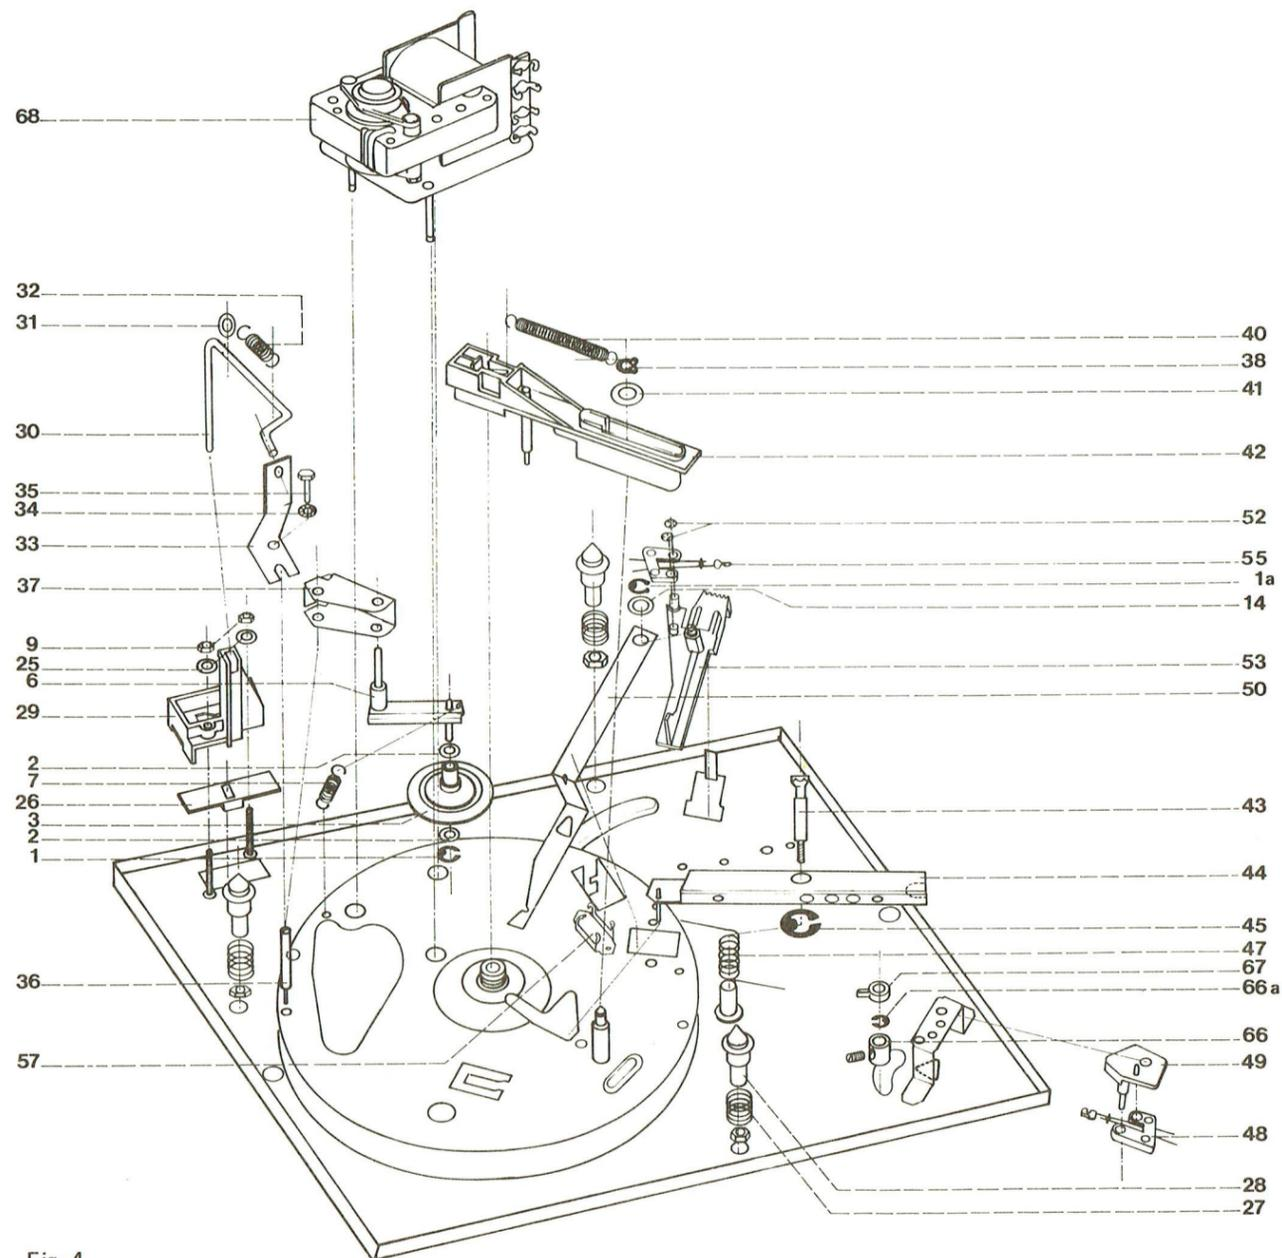
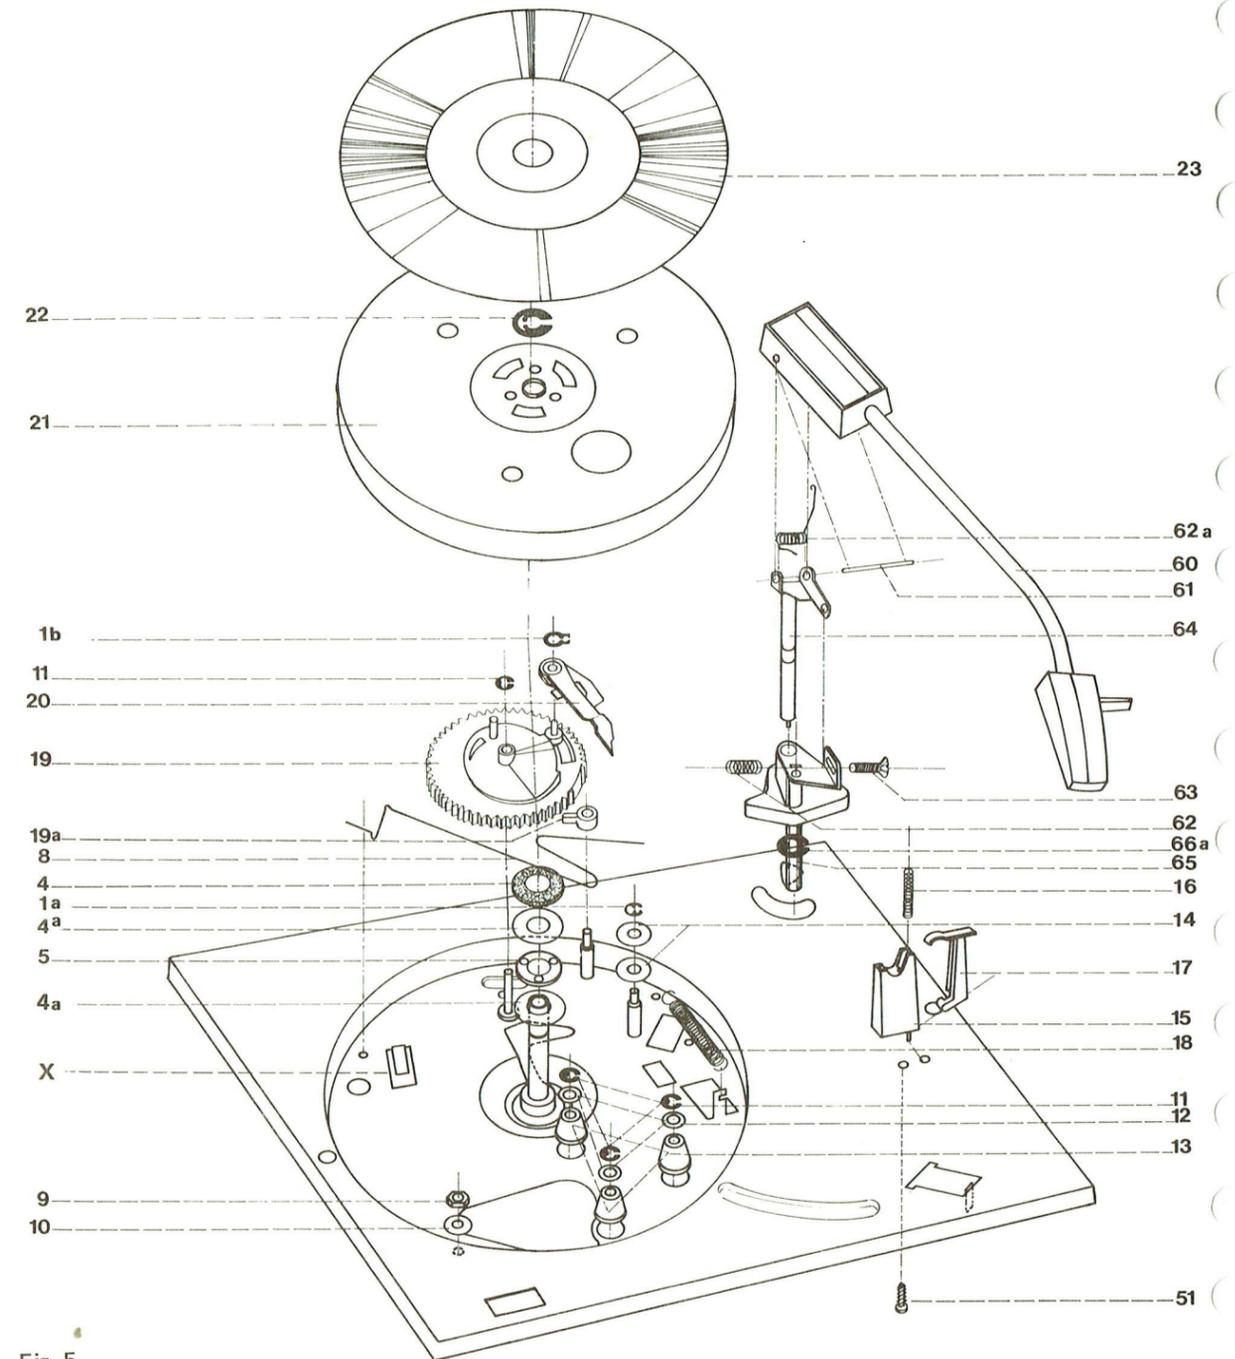

Fig. 4
Fig. 5
a - Moteurs mono-tension (voir raccordement figure 5 bis page 5)
Fig. 5 bis
I - DEMONTAGE DU PLATEAU (Fig. 4 et 5)
III - ORDRE DE MONTAGE DU SUPPORT DE BRAS (Fig. 5)
- Retirer les circlips (11) et les rondelles (12). (Fig. 5).
V - REMPLACEMENT DE LA ROUE INTERMEDIAIRE (Fig. 4)
VI - REMPLACEMENT DE LA CAME (Fig. 4)
- Retirer l'anneau d'arrêt (1a) fixant le levier Départ-Rejet (50) ainsi que la rondelle (14) se trouvant côté touche Départ-Rejet (53). Le levier Départ-Rejet peut pivoter autour de son axe pour dégager la came.
- Retirer l'anneau d'arrêt (11) maintenant la came (Fig. 5).
- Retirer la came (19) (Fig. 5).
VII - REMPLACEMENT DES PIÈCES D'ARRÊT AUTOMATIQUE (Fig. 5)
VIII - REMPLACEMENT DE LA BUTÉE A BILLE (Fig.5)
X - MONTAGE DU RESSORT DE DISTRIBUTION (Fig.5)
XI - DEMONTAGE DU LEVIER DE DISTRIBUTION (Fig. 4 et 5)
XII - ORDRE DE MONTAGE DU SYSTEME DEPART - REJET (Fig. 4 et 5)
XIII - DEMONTAGE DU CHANGEMENT DE VITESSES (Fig. 4)
Agir sur la vis (43) de la figure 4.
Le réglage de la force d'appui de la pointe de lecture sur le disque a été réalisé en usine et ajusté à $7 \text{ g} \pm 0,5$. Si à la suite d'un changement de type de tête de lecture il s'avère nécessaire de modifier la force d'appui, il convient de déformer légèrement le ressort de compensation (62 a) de la figure 5 ou 6.
Le ressort (7) de la figure 5 doit être accroché. Vérifier que le levier des vitesses (30) coulisse librement dans le guide-vitesse (29). Voir figure 4.
Vérifier l'état de la roue intermédiaire (3) (Fig. 5) et éventuellement la remplacer. Dans le cas où cette roue est bridée vérifier que le jeu entre la roue intermédiaire (3) et l'anneau d'arrêt (1) est suffisant.
Si après avoir agit sur le levier Départ-Rejet le bras ne vient pas se poser sur le disque il convient de vérifier la transmission levier Départ-Rejet et came. Vérifier que l'ergot du levier de distribution (42) figure 4 est bien dans la boucle du ressort de distribution (8) de la figure 5.